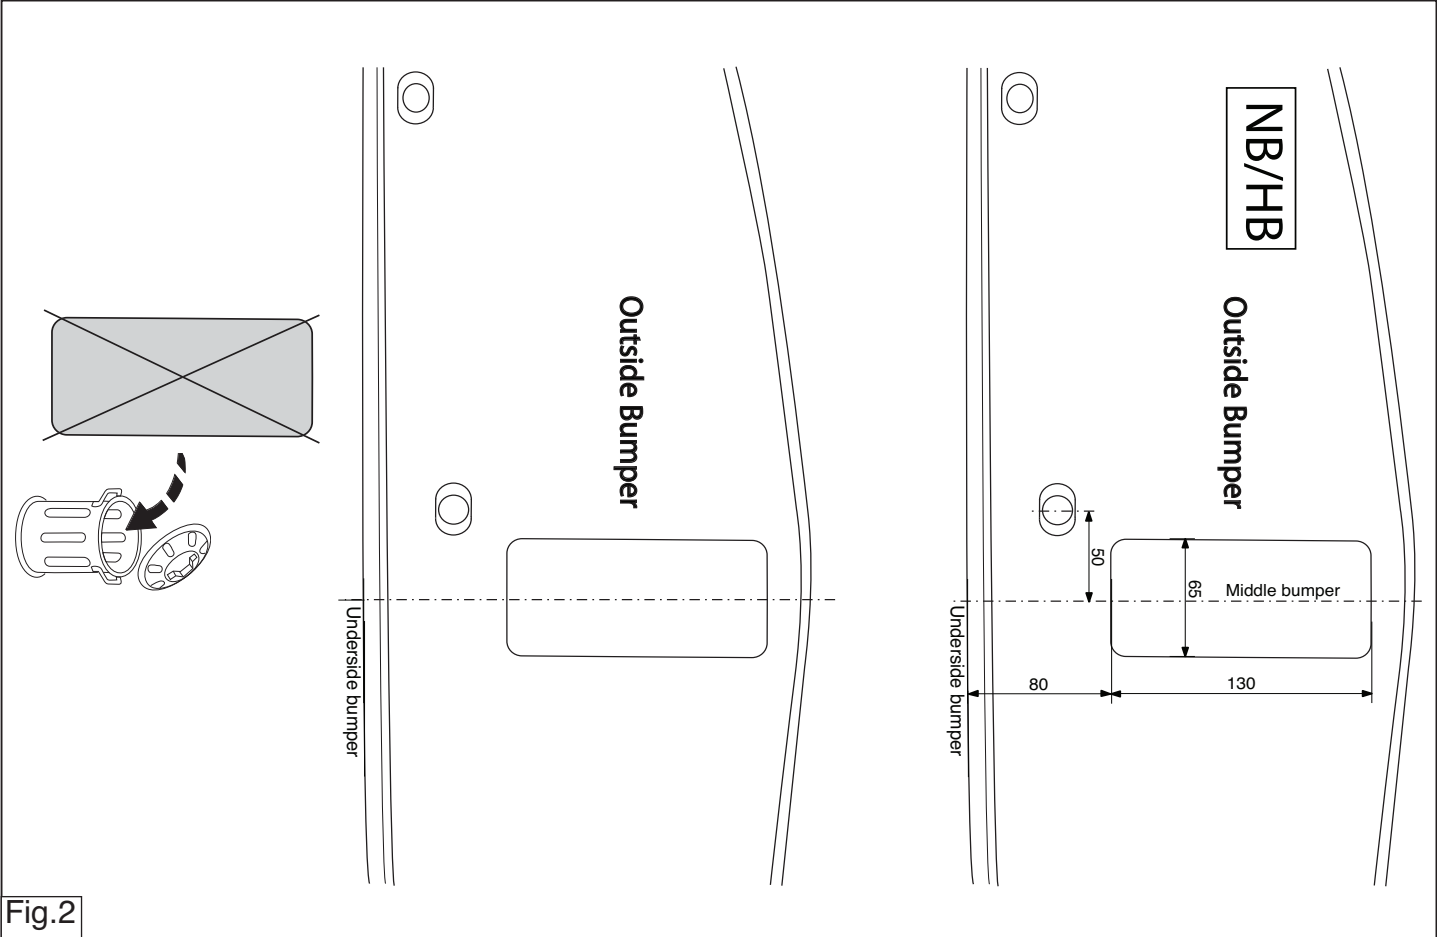

Fig.2
9. Выпилить обозначенные части, как указано на рис. 2 + 2a.